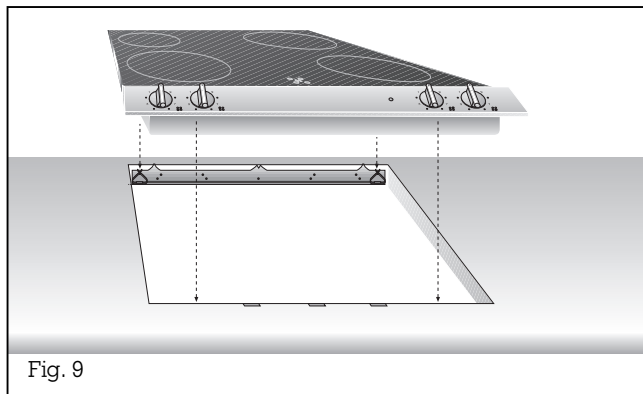

Fig. 9
- **Placez l'appareil dans le plan de travail** en faisant attention à ce que les ergots de l'appareil reposent exactement sur les ressorts de blocage. Enfoncez fermement l'appareil dans le plan de travail : les ergots se verrouillent dans les ressorts (fig. 9).